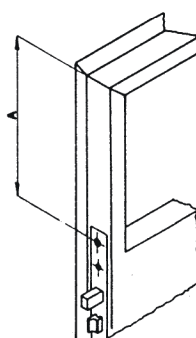

FIG. 2
- Per determinare la lunghezza dell'asta sommare mm. 47 alla distanza tra il foro di fissaggio del frontale e l'estremità del profilo (CAMERA ESCLUSA). (vedi fig. 2)